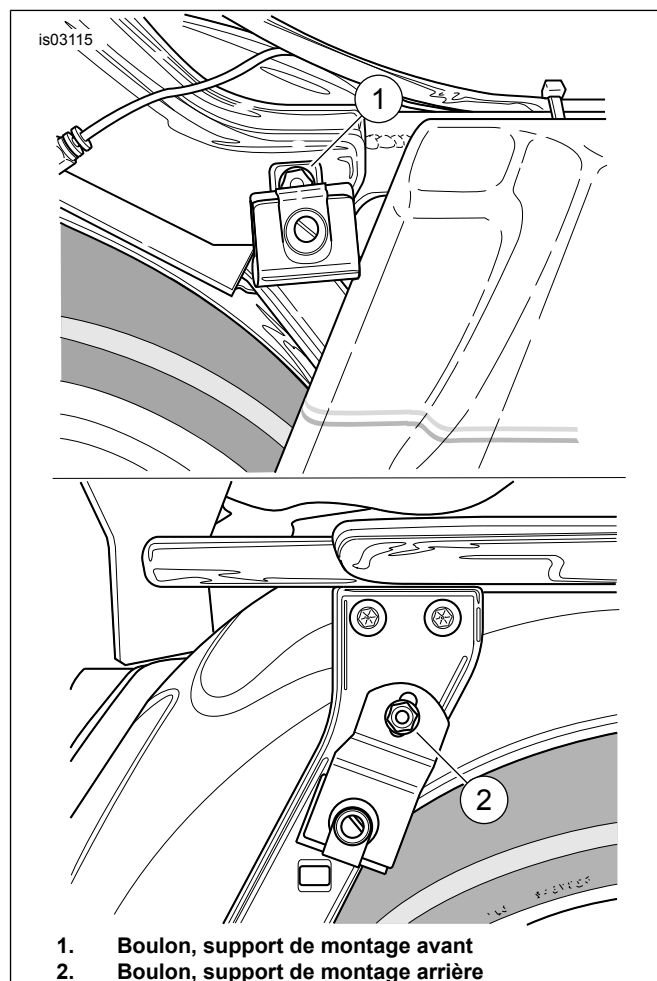

Figure 8. Boulons de support de fixation de sacoche (vue du côté droit)
1. Voir Figure 8. La pièce insérée en caoutchouc moulé située dans le fond de la sacoche doit bien rentrer sur le rail de support inférieur de sacoche. Si la sacoche n'est pas bien logée, utiliser une clé ouverte/à douille pour desserrer les boulons (1) et (2) qui fixent les supports de montage au support de sacoche et au cadre.